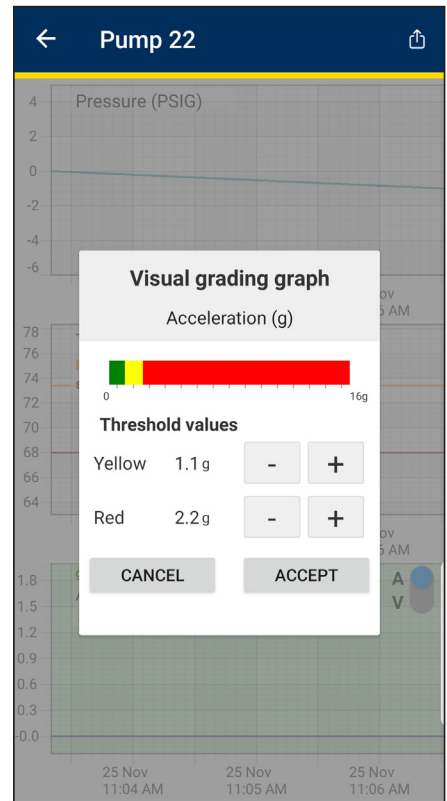

Abbildung 20
- Wählen Sie „Übernehmen“ aus, wenn Sie die gewünschten Grenzwerte eingegeben haben (siehe Abbildung 20).